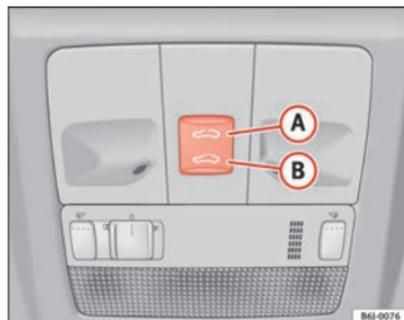

Fig. 52 Techo panorámico / deflector
- Pulse y mantenga pulsado el botón **(B)** ⇒ fig. 52 ⇒ **(Δ)**, el techo realiza el movimiento de cerrado hasta que se suelta el botón.